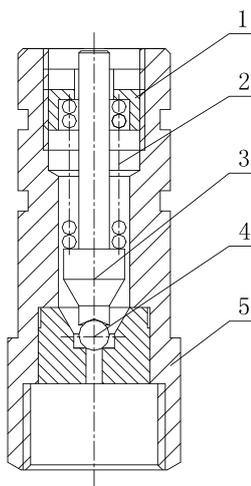

图 14
11.2.2 安全阀清洗方法：当润滑泵压力为零，安全阀出口处有油溢出时，按图 14 拧下安全阀，取出密封件；用一字螺丝刀取出零件 1，并用镊子依次取出零件 2、3、4；用煤油清洗干净；再清洗零件 5，清洗干净后，再按顺序重新装好，按 11.2.1 调整额定压力值。